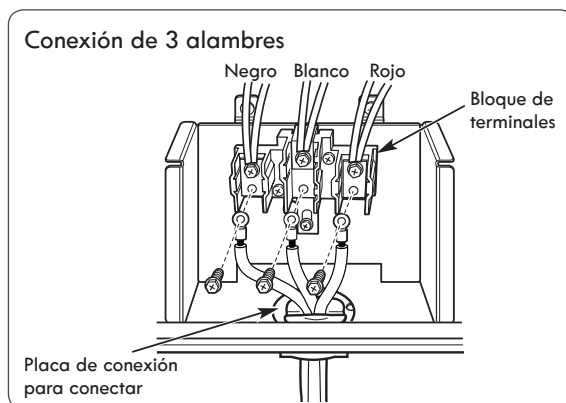

FIGURA 8
1. Quite los tres tornillos inferiores del bloque de terminales y consérvelos. (Ver Figura 8).